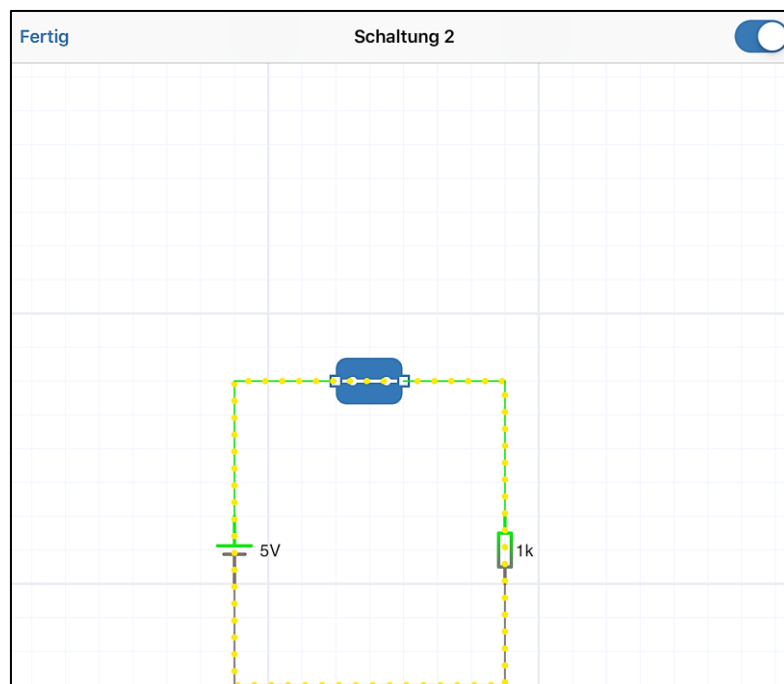

Abb. 8: Simulationsfenster
8. Nun kann durch zweifaches Tippen auf den Schalter, der Stromkreis geschlossen werden und im Simulationsmodus wird der Stromfluss, wie in Abb. 8 dargestellt, farbig nachgebildet.